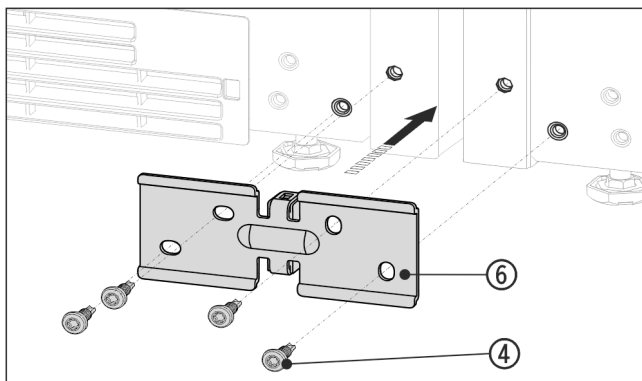

Fig. 15 Príklad zobrazenia
- ▶ Uholník Fig. 15 (6) s dištančným dielom zasunú medzi zariadenia a voľne priskrutkujte pomocou 4 skrutiek Fig. 15 (4).